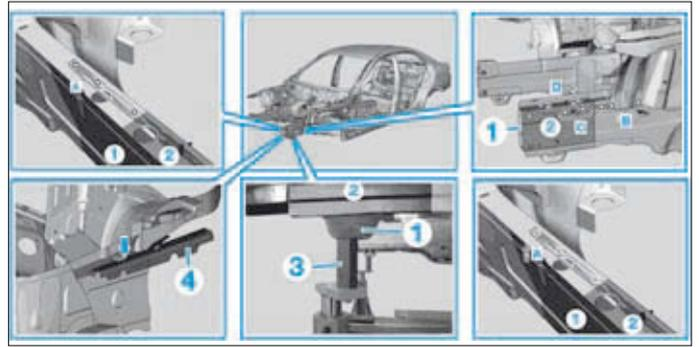

FIG. 5
- l'équerre de renfort (4), l'ajuster et la fixer (Fig.5),